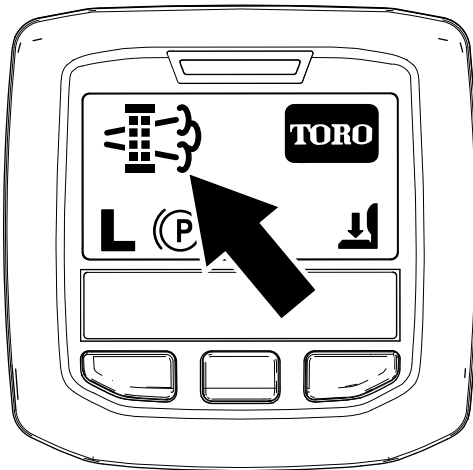

Bild 69
- Wenn der Motorcomputer eine geparkte Regenerierung oder eine Wiederherstellung-Regenerierung anfordert, wird das Symbol für die Anforderung einer Regenerierung (Bild 69) im InfoCenter angezeigt.